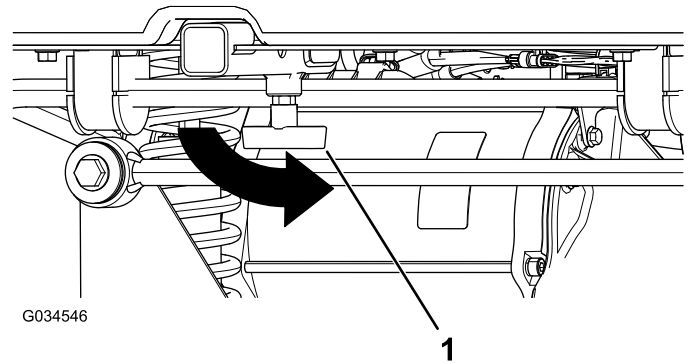

Figura 16
3. Apriete el asa en 'T' girándola en sentido antihorario (Figura 16).